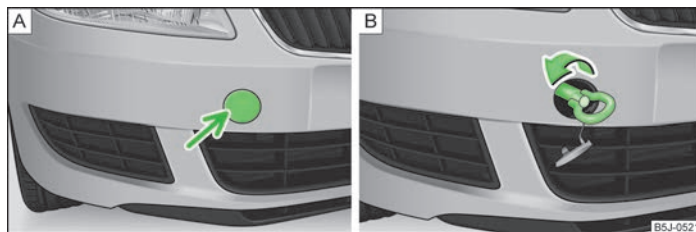

Fig. 140 Paragolpes delantero: Caperuza protectora/montaje de la argolla de remolque
- Presionar la mitad izquierda de la caperuza cobradora en la dirección de la flecha 1 » fig. 140 - A.
- Enroscar manualmente la argolla de remolque girándola hacia la izquierda hasta el tope » fig. 140 - B. Para fijar la argolla recomendamos utilizar p. ej. la llave para rueda, la argolla de remolque de otro vehículo u otro objeto parecido que se pueda pasar por la argolla.